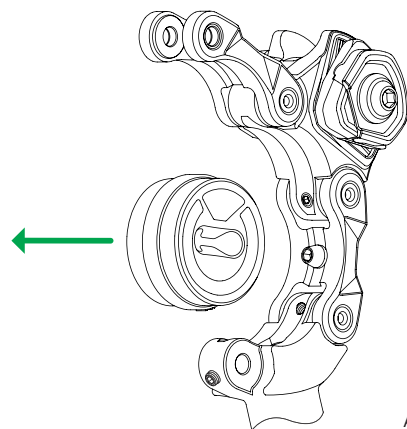

Abb. 10.1.3
3. Öffnen Sie das Parallelogramm System soweit dass Sie das Dämpferelement von Hand entnehmen können. (Abb. 10.1.3)